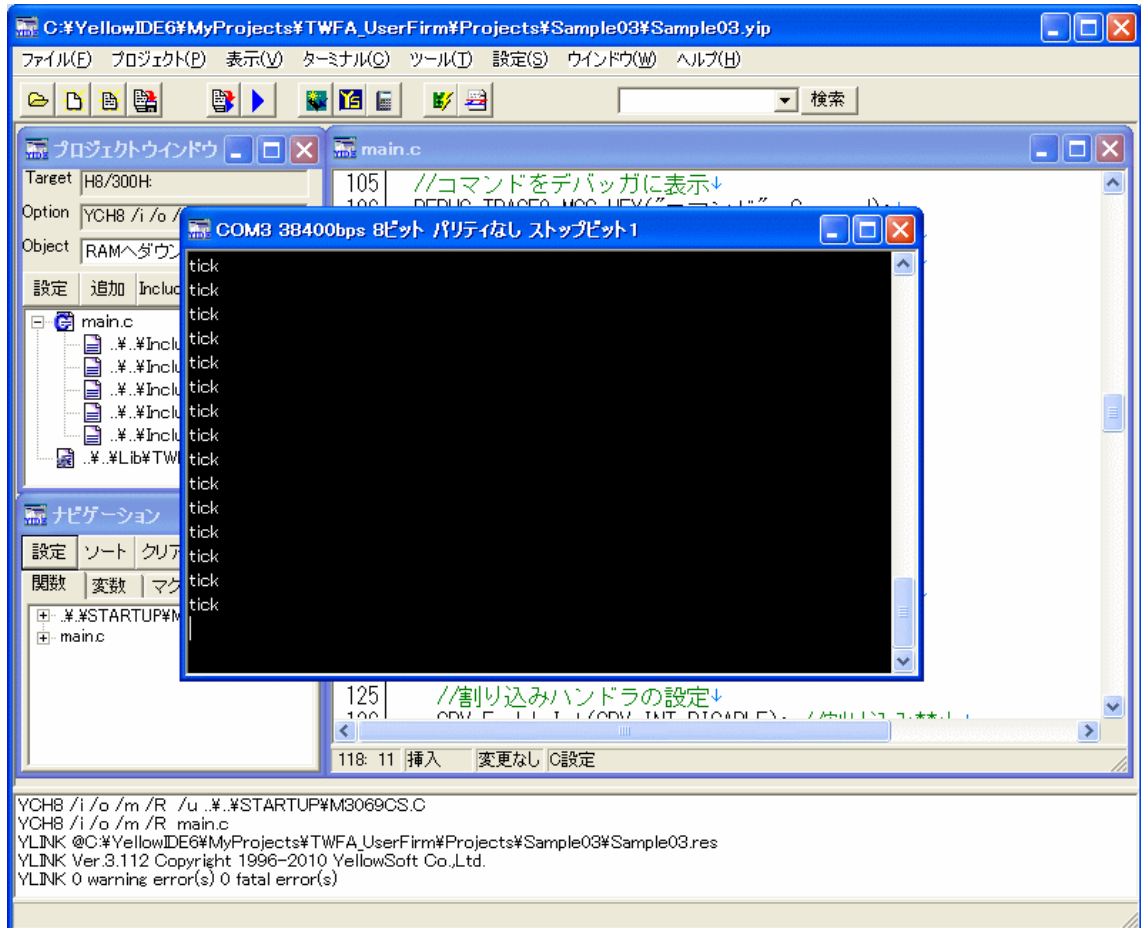

図 51 Sample03 の実行結果
11. 再び「ATF Maker」の画面に戻って、[Command]欄に“4”と入力し、[送信]ボタンを押してください。正しく動作している場合、『YellowIDE』のターミナル画面に“tick”という文字が1秒毎に表示されます(図 51)。